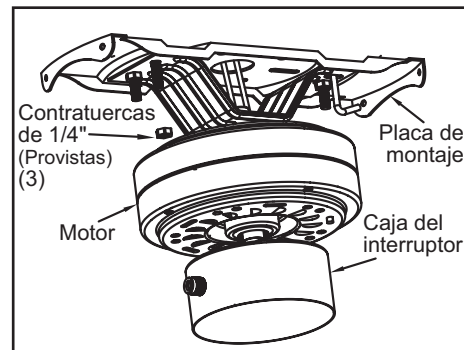
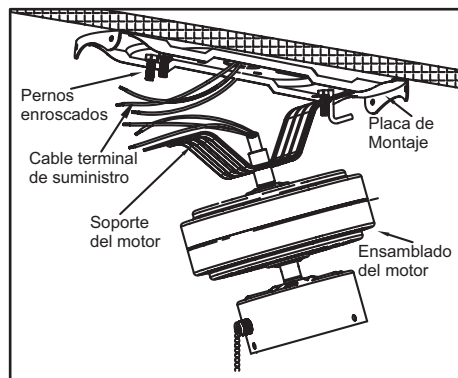

Figura 6
Figura 5
2. Con cuidado alza el ensamblado del motor del ventilador y engancha la ranura del soporte del motor en el gancho de la placa de montaje, para que quede suspendido de forma segura (Figura 5). Luego conecta el cableado a tu ventilador según lo indica la sección "Cómo hacer las conexiones eléctricas".
3. Una vez finalizado el cableado, alza el soporte del motor para que los pernos roscados en la placa de montaje sobresalgan por las ranuras en el soporte del motor (Figura 5). En los pernos roscados, aprieta firmemente las tres contratuerzas de 1/4" (incluidas) y trata de mover el soporte del motor para asegurarte que el ensamblado está bien apretado (Figura 6).